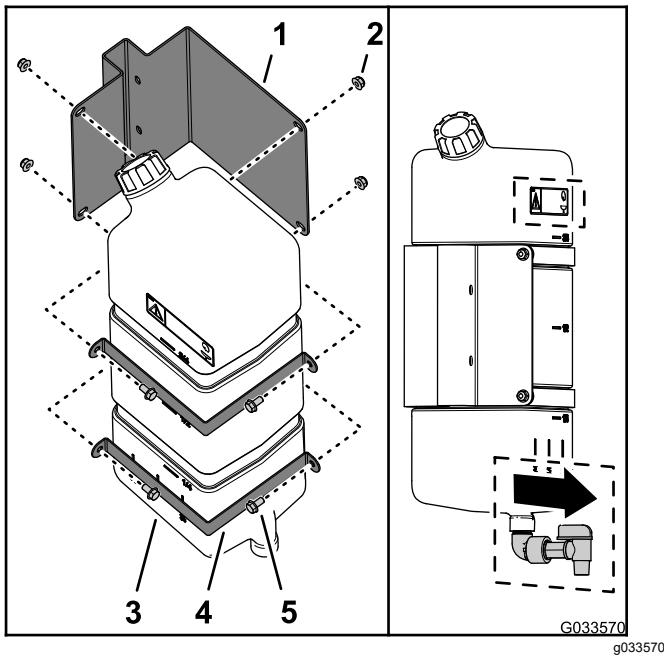

Figure 43
1. Fixez le réservoir d'eau douce à son support à l'aide des 2 barrettes de montage, des 4 boulons à embase (5/16" x 5/8") et les 4 contre-écrous (5/16"), comme montré à la Figure 43.